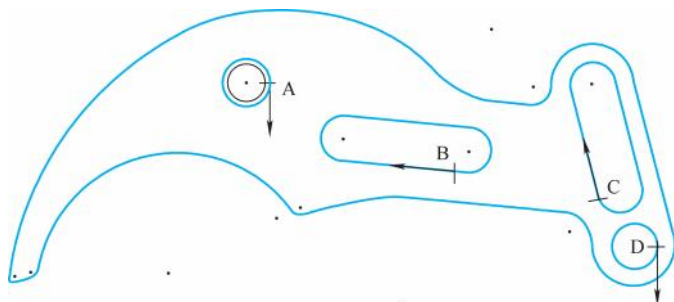

图 7-47 选择加工边界
1) 打开第 1 图层（拨片轮廓线）和第 2 图层（拨片主体）。选择【刀路】/【外形】命令，系统弹出【串连线框】对话框，选择如图 7-47 所示 A、B、C、D 4 个封闭轮廓，注意箭头方向一致，此时刀具补偿方向为右补偿，单击【确定】按钮 ☒。